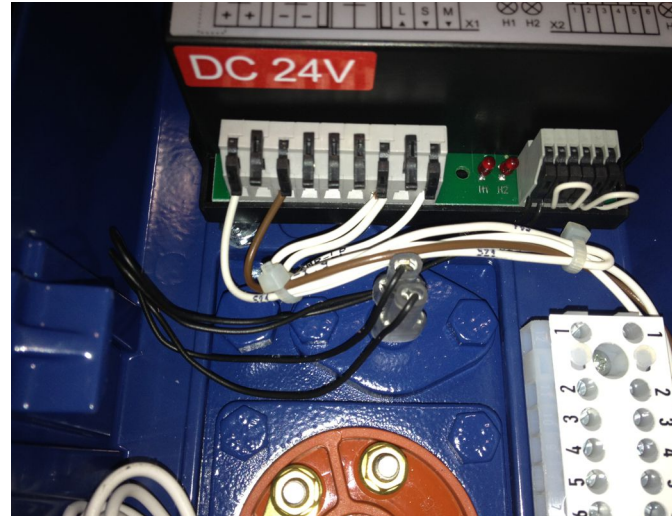

**Bild 23:**
- 4 Öffnung Leerrohr für 400V AC Kabel (Bild 23)